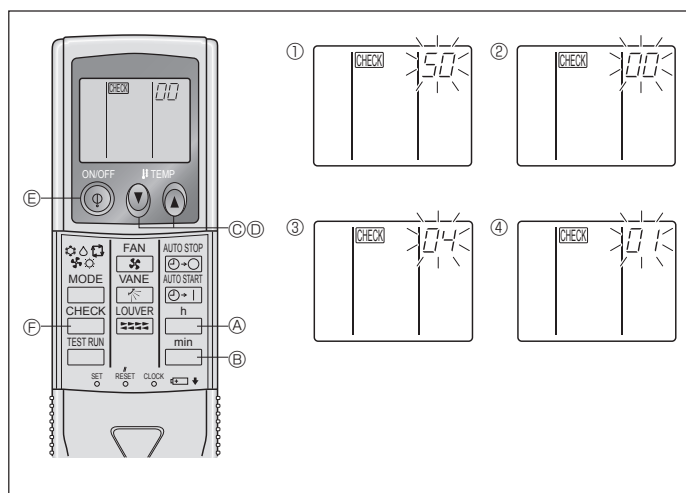

Fig. 6-10
2) Za bežični daljinski upravljač (Fig. 6-10)